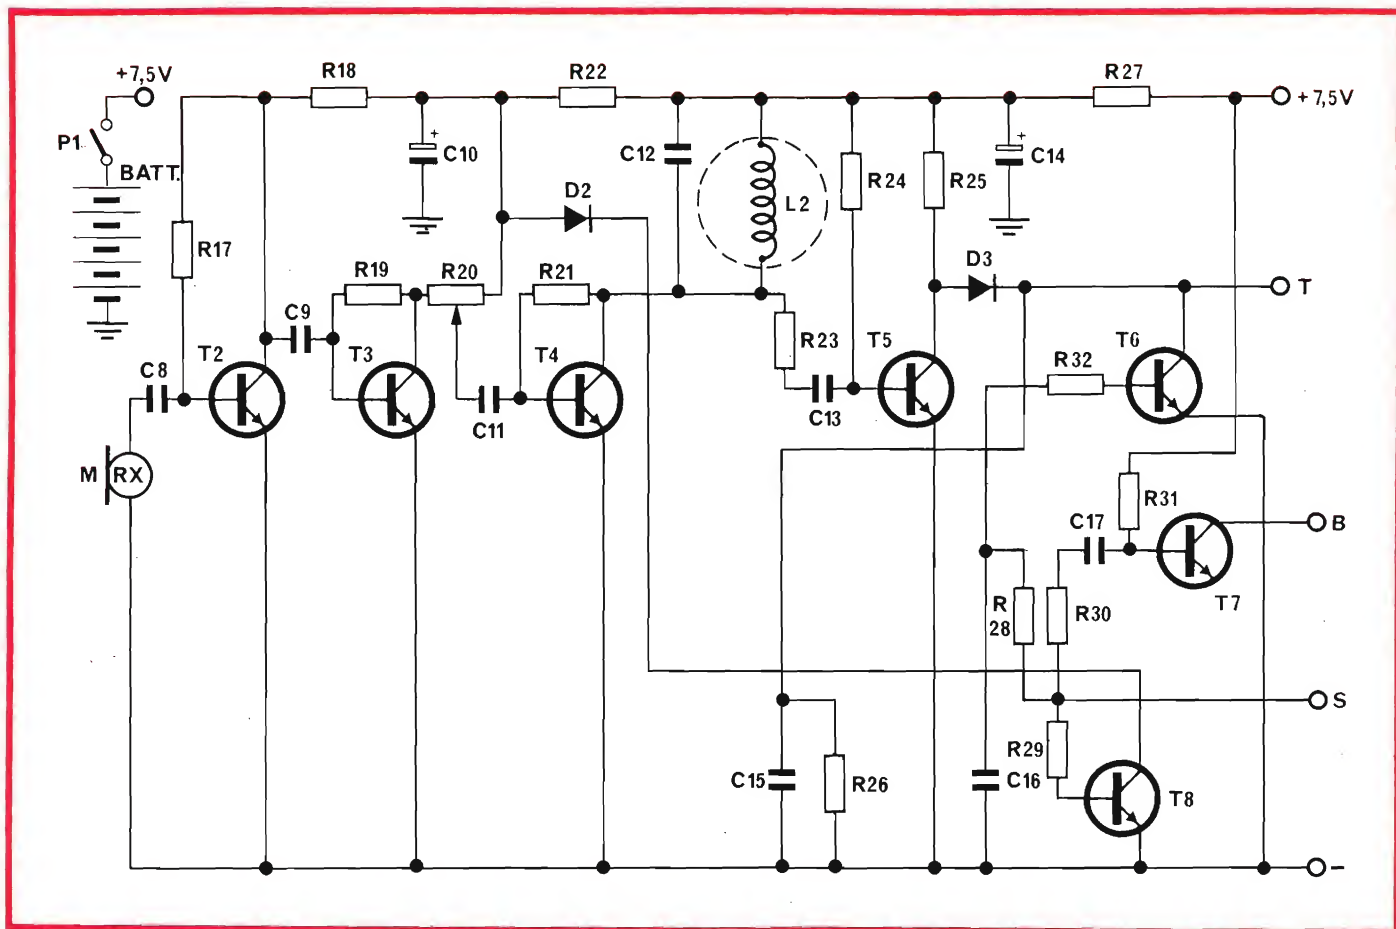

Fig. 6 - Schema elettrico completo del ricevitore.
In fig. 6, viene dato lo schema completo del ricevitore in cui il segnale proveniente dal trasmettitore viene captato dal trasduttore M (RX) opportunamente selezionato, e quindi inviato per mezzo del condensatore C8 sulla base del transistor T2. Il transistor T2 insieme a T3, costituiscono uno stadio amplifi-